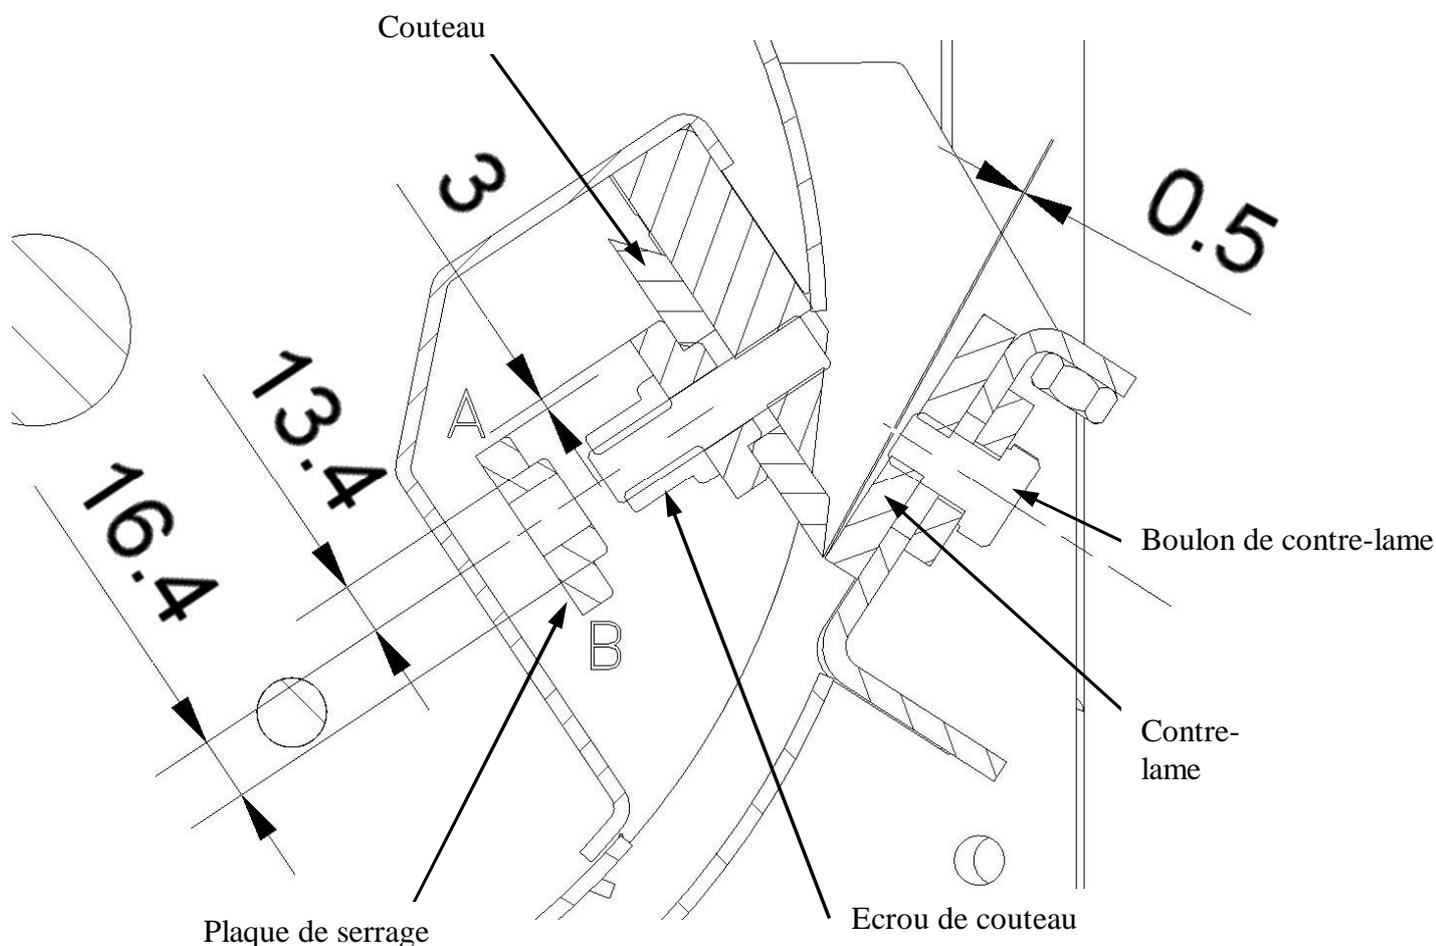

Figure 12 Distance entre la contre-lame et le couteau
Démontez les deux boulons qui maintiennent la contre-lame. La contre-lame est retirée et retournée / remplacée. Avant de remettre la contre-lame en place, nettoyez à fond aussi bien la contre-lame que le plan d'appui. La distance entre l'arête de couteau et la contre-lame doit être de **0,5 mm**. (Voir Figure 12). Le couple de serrage pour les boulons pour les contre-lames est de **200 Nm / 20 Kpm**. (Equipement en option : clef dynamométrique).
- A** Le côté A de la plaque de pression est tourné vers la contre-lame. S'utilise pour les nouveaux couteaux et les couteaux qui ont été affûtés 2-3 fois. (Voir Figure 12).
- B** La plaque de pression est retournée de 180 degrés. Le côté B est tourné vers la contre-lame. Le couteau peut être élevé avec l'excentrique dans la plaque de pression de 3 mm. La position B ne doit pas être utilisée pour les nouveaux couteaux. La position B doit d'abord être utilisée lorsque la petite distance de 0,5 mm entre les couteaux et les contre-lames ne peut plus être atteinte avec la plaque de pression en pos. A. Voir Figure 12.